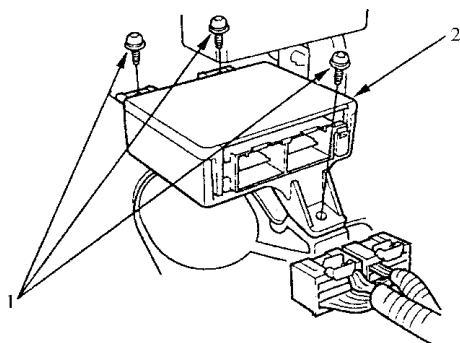

图 11-46 拆卸 SRS 装置
- 5) 拆卸下地毯,然后断开插接器,如图 11-46 所示,拆卸 3 个 Torx 螺栓,然后从右侧拉出 SRS 装置。